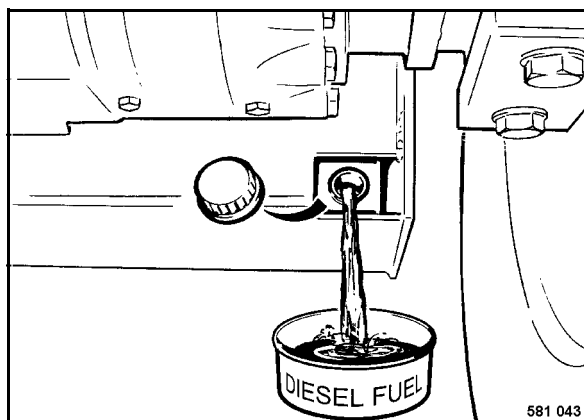

Fig. 108
- Desenroscar la tapa de cierre (Fig. 108) y descargar unos 5 litros de combustible.